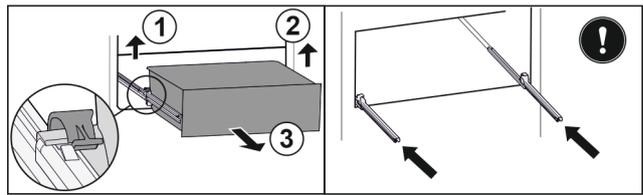

Fig. 69
- ▶ Підняти лівий затискач і одночасно висувний ящик ліворуч потягнути вперед. Fig. 69 (1)
- ▶ Підняти правий затискач і одночасно висувний ящик праворуч потягнути вперед. Fig. 69 (2)
- ▶ Вийняти висувний ящик рухом вперед. Fig. 69 (3)